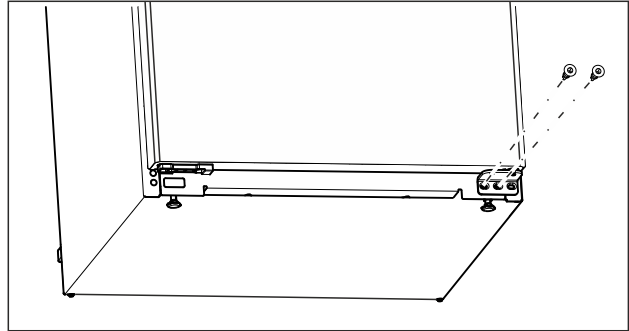

Fig. 11
- Alt yatak mesnedinin ortasındaki cıvataı Torx 20 torna-vida ile çıkarın. (bkz. Fig. 11)
- Alt yatak mesnedinin iç kısmındaki cıvataı Torx 20 torna-vida ile çıkarın. (bkz. Fig. 11)